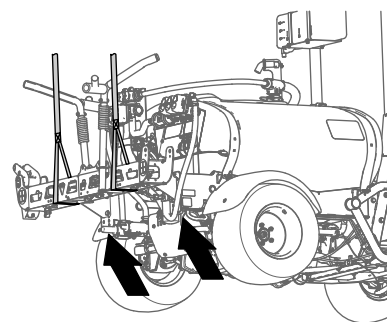

Figura 43
- Supportate la sezione di irrorazione centrale con l'attrezzatura di sollevamento della capacità specificata (Figura 43).